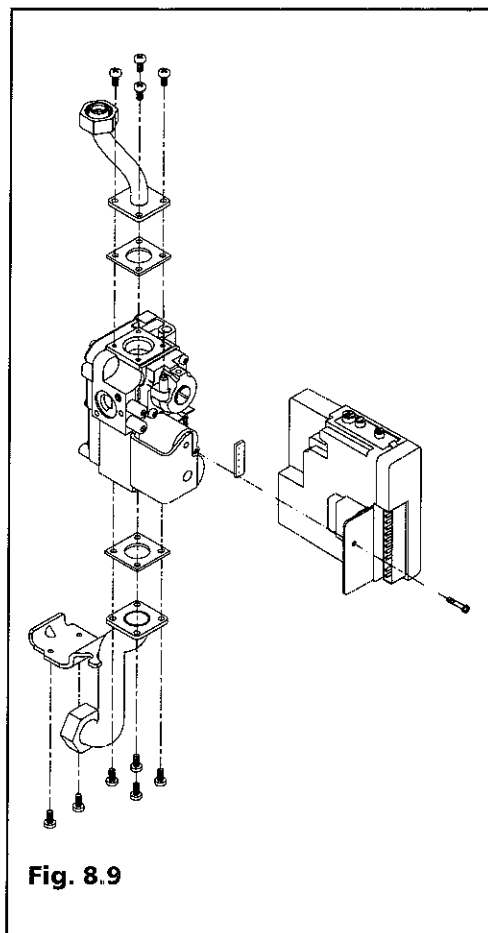

Fig. 8.9
8.7 Valvola gas ed apparecchiatura di controllo (Fig. 8.9)